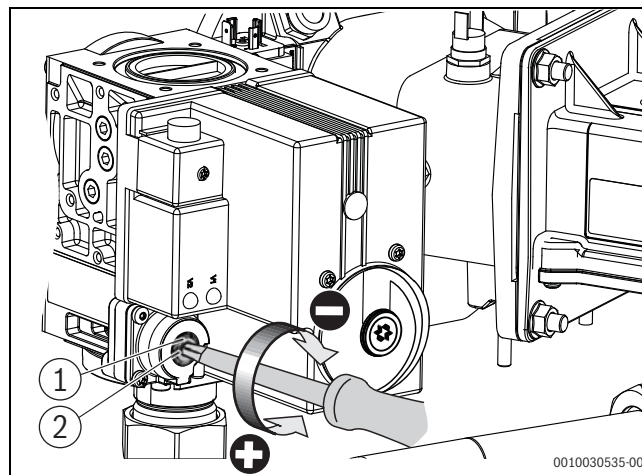

Fig. 21 Indstilling af O₂-indholdet ved dellast (kedelstørrelse 150 kW – 300 kW)
- ▶ Drej lukkeskruen på gasarmaturet ud (→ fig. 21).
- ▶ Indstil O₂-værdien på indstillingsskruen for dellast (→ fig. 21).